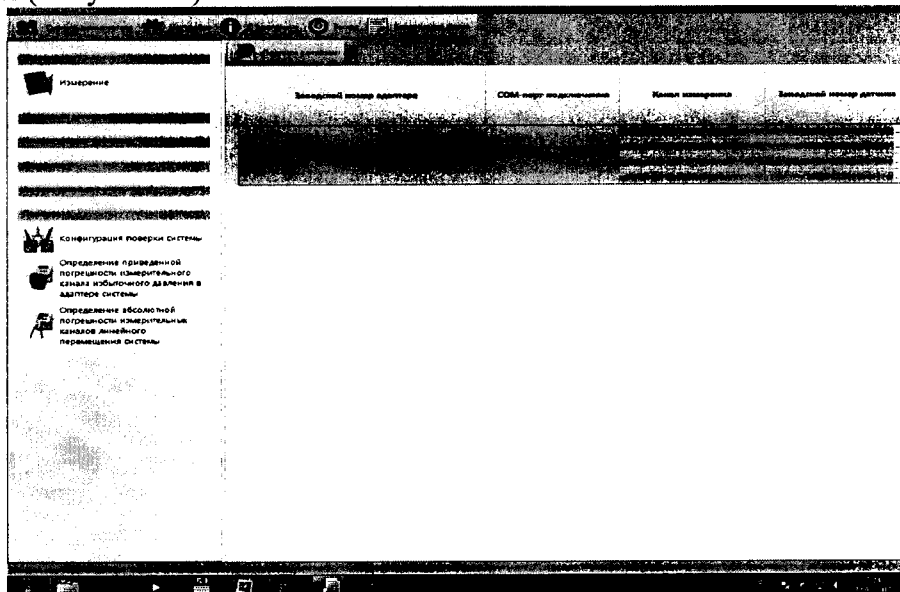

Рис. 18 - Задача «Конфигурация поверки системы».
4.6.3 На экране главного окна программы (Рисунок 3), на панели управления задачами, нажать на кнопку «Конфигурация поверки системы», в которой отобразится рабочая область задачи (Рисунок 18).
4.6.4 Для выбора заводского номера датчика, подключенного к соответствующему каналу измерения (разъёму «ДП1-ДП4» кабеля АМЦ6.700.204), необходимо в соответствующей строке таблицы нажать на кнопку  столбца «Заводской номер датчика» (Рисунок 18), после чего появится диалоговое окно «Список датчиков системы» (Рисунок 19), которое содержит список заводских номеров датчиков, определенных в системе.
4.6.13 Задать на штангенрейсмасе значение перемещения « $L_y$ » равное 200 мм, которое соответствует эталонному перемещению  $L_z = 0$  мм (Рисунок 18).